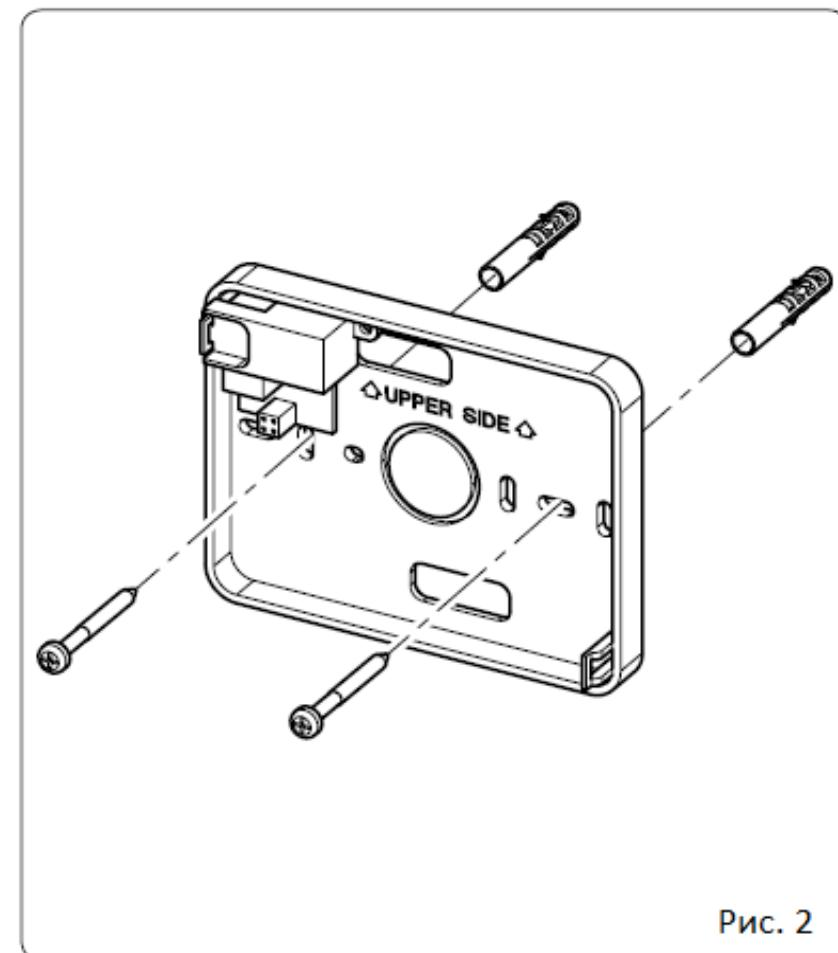

Рис. 2
2. Выполняйте монтаж основания базы CRONO 7, используя специальные отверстия в его задней стенке, закрепите его непосредственно на стене или на заглубленном посадочном месте. Используйте специальные винты, поставляемые в принадлежностях (Рис. 2).